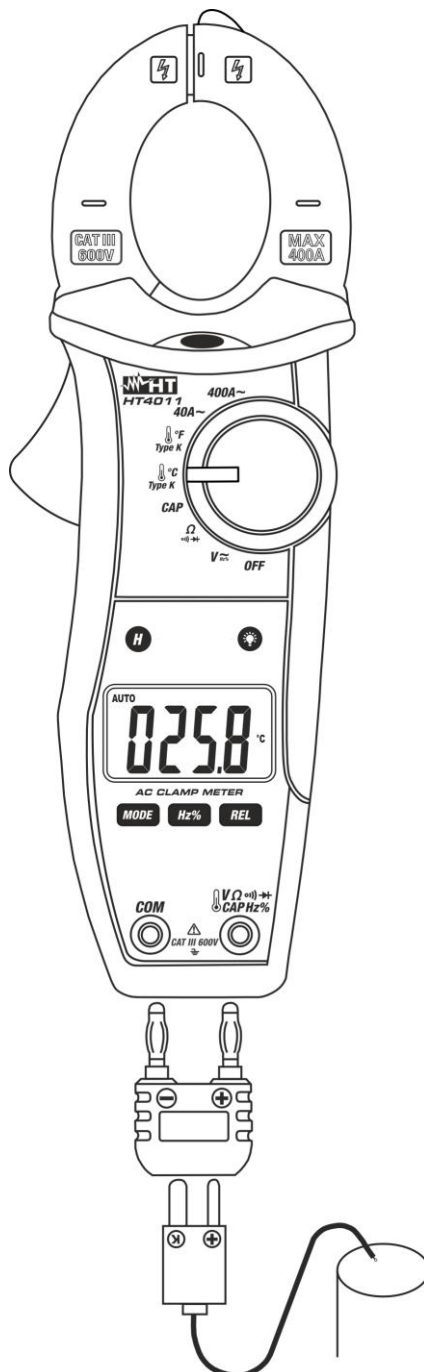

Fig. 9: Uso della pinza per misura di Temperatura con sonda K
2. Inserire la sonda a filo tipo K in dotazione nei terminale di ingresso **VΩ~Hz%** e **COM** tramite l'opportuno adattatore, rispettando la polarità mostrata in Fig. 9. Il valore della temperatura è mostrato a display